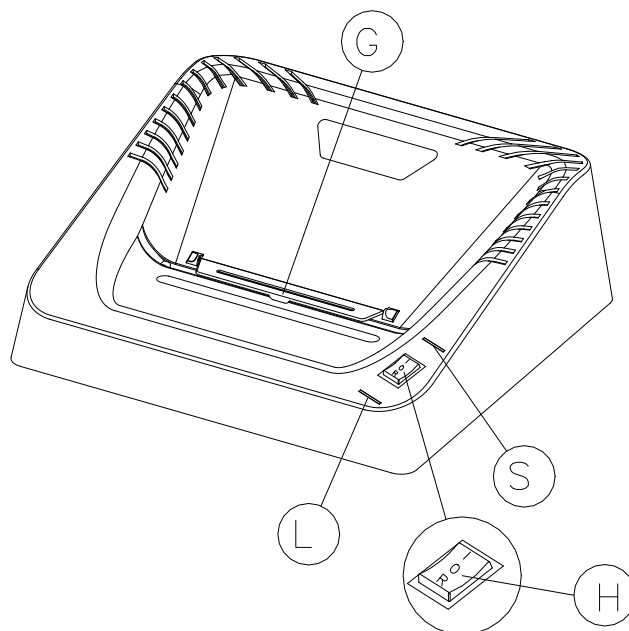

Fig.2
USO DELL'APPARECCHIO Fig.2
Gli apparecchi in grado di distruggere CD/DVD e carte di credito sono muniti di sportellino di protezione (G) Fig.2 che deve essere mantenuto ruotato verso la parte posteriore dell'apparecchio durante la distruzione di carta e deve essere ruotato verso il fronte dell'apparecchio durante la distruzione di CREDIT CARD -CD-ROM/DVD, perché mantiene guidati i supporti ottici nell'area di azione delle fotocellule e protegge l'operatore da eventuali frammenti di plastica.
HOW TO USE THE SHREDDER Fig.2
The machines suitable for shredding CDS/DVDS and credit cards come with a protective door (G) Fig. 2 which must be rotated to the back of the machine when shredding paper and must be rotated to the front when shredding CREDIT CARDS-CD-ROMS/DVDS, because it guides the optical material within range of the optical eyes cells and protects the operator from any plastic fragments.
ARBEITEN MIT DEM AKTENVERNICHTER Abb.2